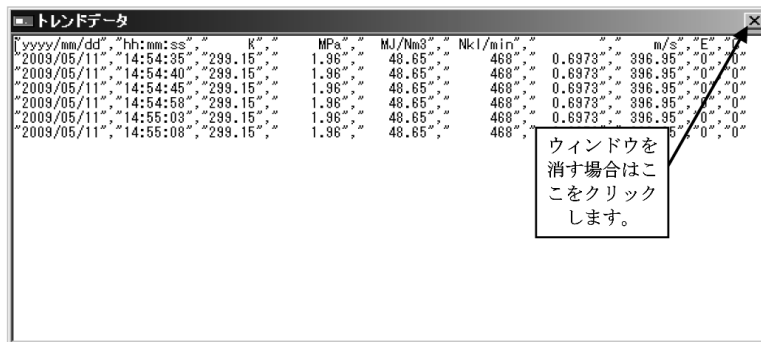

図 9.5.7 トレンドデータ表示
3. 図9.5.7のように選択したファイルのトレンドデータが表示されます。